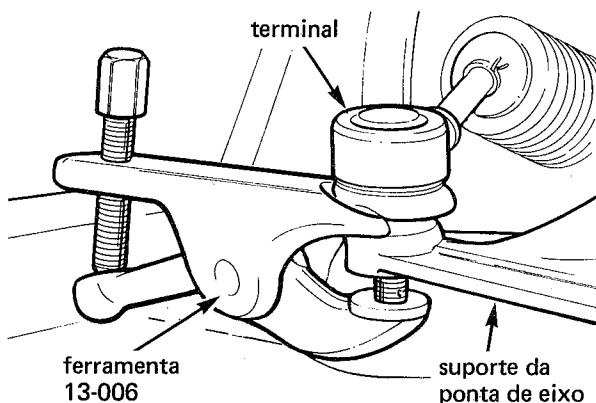

fig. 30
9. Com o auxílio da ferramenta 13-006, remover o terminal da direção (fig. 30)